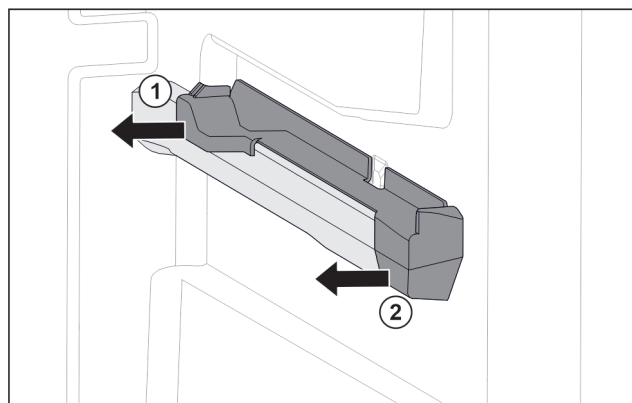

Fig. 93 Piesă de fixare pe nervura din dreapta a recipientului
- Scoateți piesa de fixare din spate în lateral. Fig. 93 (1)
- Scoateți piesa de fixare din față în lateral. Fig. 93 (2)